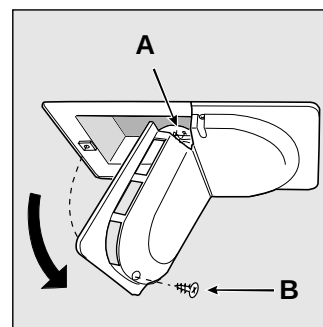

Fig. 8
- Como substituir a lâmpada interna: Desligue o aparelho da rede de alimentação eléctrica para substituir a lâmpada fundida por outra da mesma potência, nunca superior a 15 Watt. Desenrosque o parafuso de fixação central "B", colocado na parte posterior do cobre-lâmpada e desenrosque a lâmpada "A" (fig. 8).